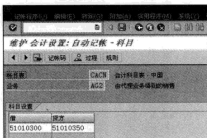

图 7-83 “维护会计设置：自动记账-科目”界面
STEP ③ 选择好“账目表”后，单击“☒”按钮，弹出“维护会计设置：自动记账-科目”界面，从中可以设置借贷方科目，如图 7-83 所示。